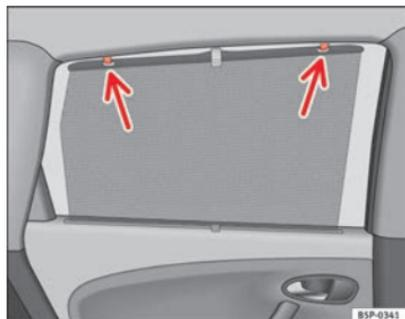

Fig. 82 Cortina porta traseira
- Desenrole a cortina e engate-a nos ganchos situados na moldura superior da porta ⇒ Fig. 82.